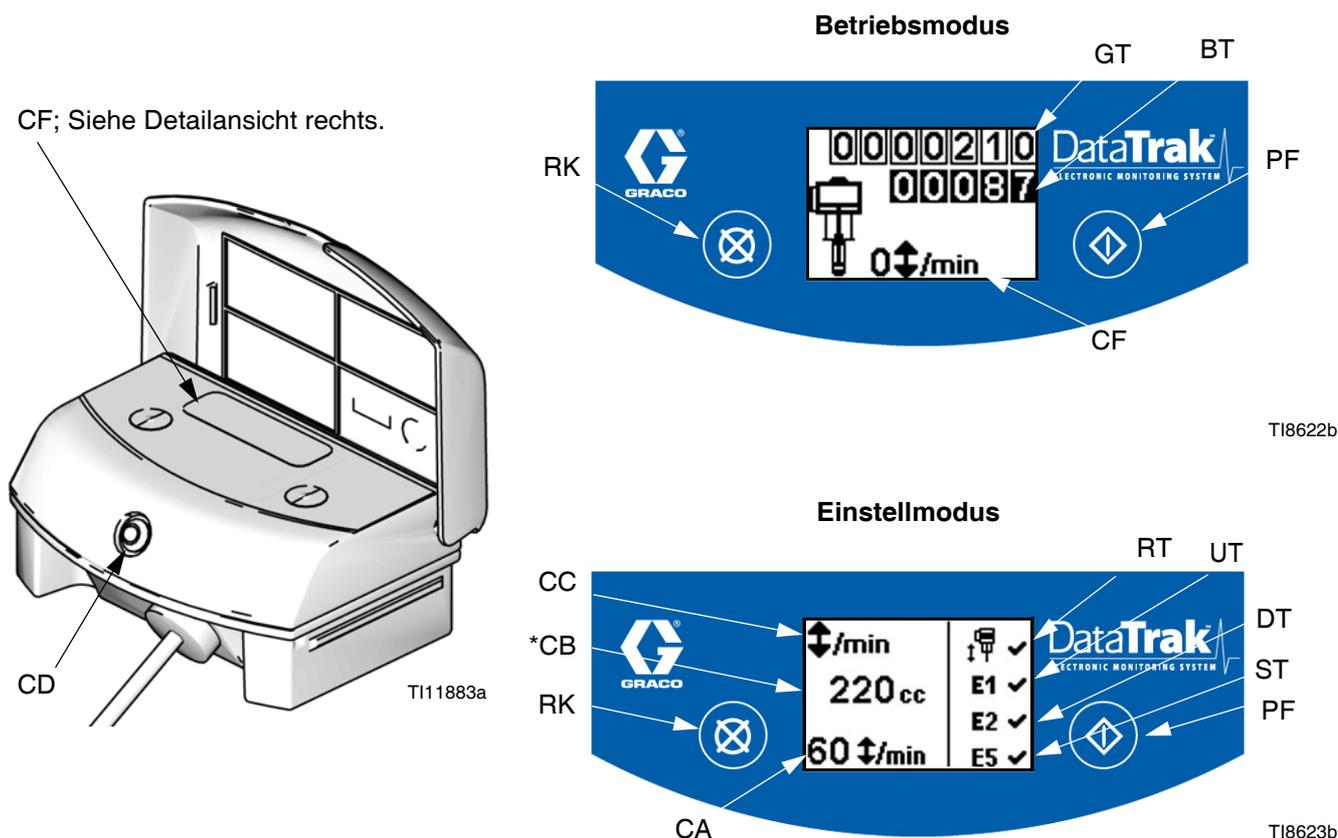

ABB. 31. Steuerelemente und Anzeigen von DataTrak
**HINWEIS:** Siehe Abb. 31. Die Anzeige (Y) wird im Ausführungsmodus nach 1 Minute bzw. im Einstellungsmodus nach 3 Minuten Inaktivität automatisch ausgeschaltet. Eine beliebige Taste betätigen, um die Anzeige wieder zu aktivieren. DataTrak zählt auch bei ausgeschalteter Anzeige die Zyklen weiter.
1. Siehe ABB. 31.  5 Sekunden lang gedrückt halten, bis das Vorbereitungs-menü erscheint.
**HINWEIS:** Wenn die Fehleroptionen für den Trockenlauf E1, E2 und E5 aktiviert sind, ✓ erscheint auf dem Setup-Bildschirm ein -Zeichen. Siehe ABB. 31.
1. Siehe ABB. 31. Läuft die Pumpe trocken, wird die Trockenlauf-Magnetspule aktiviert und die Pumpe gestoppt. Die LED (CD) blinkt, und auf der Anzeige (CF) wird der Trockenlaufzustand angezeigt (siehe Tabelle 1). Die Anzeige durchläuft sechs Anleitungsbildschirme.
5. Das Hauptluftventil (AP) öffnen, um die Pumpe neu zu starten.
Trockenlaufwert (CA) auf 0 (Null) oder schalten Sie (RT)  aus (siehe ABB. 31).
1. Siehe ABB. 31. Zum Aufrufen des Ansaug-/Spül-Modus eine beliebige Taste betätigen, um die Anzeige zu aktivieren. Dann  betätigen. Auf der Anzeige wird das Ansaug-/Spül-Symbol angezeigt und die LED blinkt
2. Während sich das Gerät im Ansaug-/Spül-Modus befindet, ist der Trockenlaufschutz deaktiviert und der Teilmengenzähler (BT) zählt nicht. Der Gesamtsummenzähler (GT) zählt weiter.
Siehe ABB. 31. Die letzte Ziffer des Chargenzählers (BT) stellt ein Zehntel der gewählten Einheit dar (Liter bzw. Gallonen). Um den Zähler zurückzusetzen, eine beliebige Taste betätigen, um die Anzeige zu aktivieren, dann  betätigen und für 3 Sekunden lang gedrückt halten.
Siehe ABB. 31. Die Anzeige (CF) wird im Ausführungsmodus nach 1 Minute bzw. im Einrichtungsmodus nach 3 Minuten Inaktivität automatisch ausgeschaltet. Eine beliebige Taste betätigen, um die Anzeige wieder zu aktivieren.
**HINWEIS:** Die Anzeige (AE) kann sich ausschalten, wenn DataTrak einer hohen elektrostatischen Entladung ausgesetzt wurde. Eine beliebige Taste betätigen, um die Anzeige wieder zu aktivieren.
DataTrak ist in der Lage, verschiedene Probleme der Pumpe zu diagnostizieren. Wenn die Überwachung ein Problem feststellt, blinkt die LED (CD, siehe ABB. 31) auf und auf der Anzeige erscheint ein Diagnosecode. Siehe Tabelle 1